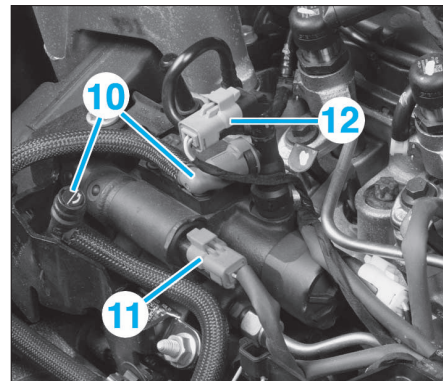

FIG. 54
• Débrancher de la pompe haute pression (Fig.54) :
- le tuyau d'alimentation et de retour de carburant (10) ,
- le connecteur (11) de la vanne de régulation de pression de carburant,
- le connecteur (12) de la vanne de régulation de débit de carburant.